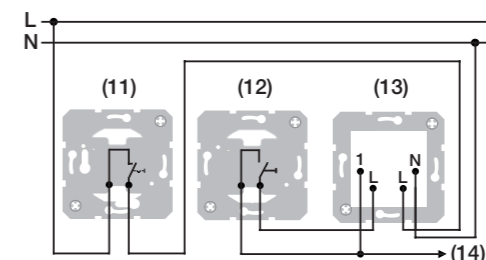
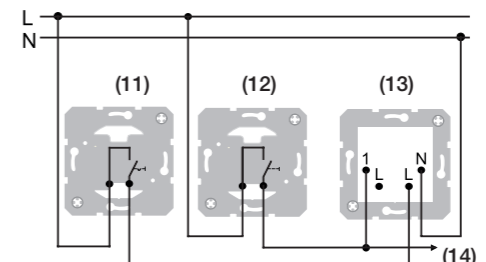

Figure 4 : exemple de raccordement commutation de la couleur via le conducteur extérieur, bouclé
Figure 5 : exemple de raccordement commutation de la couleur via le conducteur extérieur, non bouclé
Les commutations d'exemple suivantes indiquent deux possibilités de raccordement de l'éclairage d'orientation par LED. Dans l'exemple de raccordement (figure 4), le conducteur neutre est introduit au clavier sur l'entrée de commande "1" afin de réaliser la commutation de la couleur. Dans l'exemple de raccordement (figure 5) le conducteur extérieur est introduit au clavier sur l'entrée de commande "1".
- Raccorder l'éclairage de signalisation par LED, RVB selon l'exemple de raccordement (figure 4) ou (figure 5).
- Raccorder des éclairages de signalisation par LED, RVB supplémentaires (14) si nécessaire.
- Monter le mécanisme (13) dans une boîte d'encastrement. Les bornes de raccordement doivent se trouver en bas.